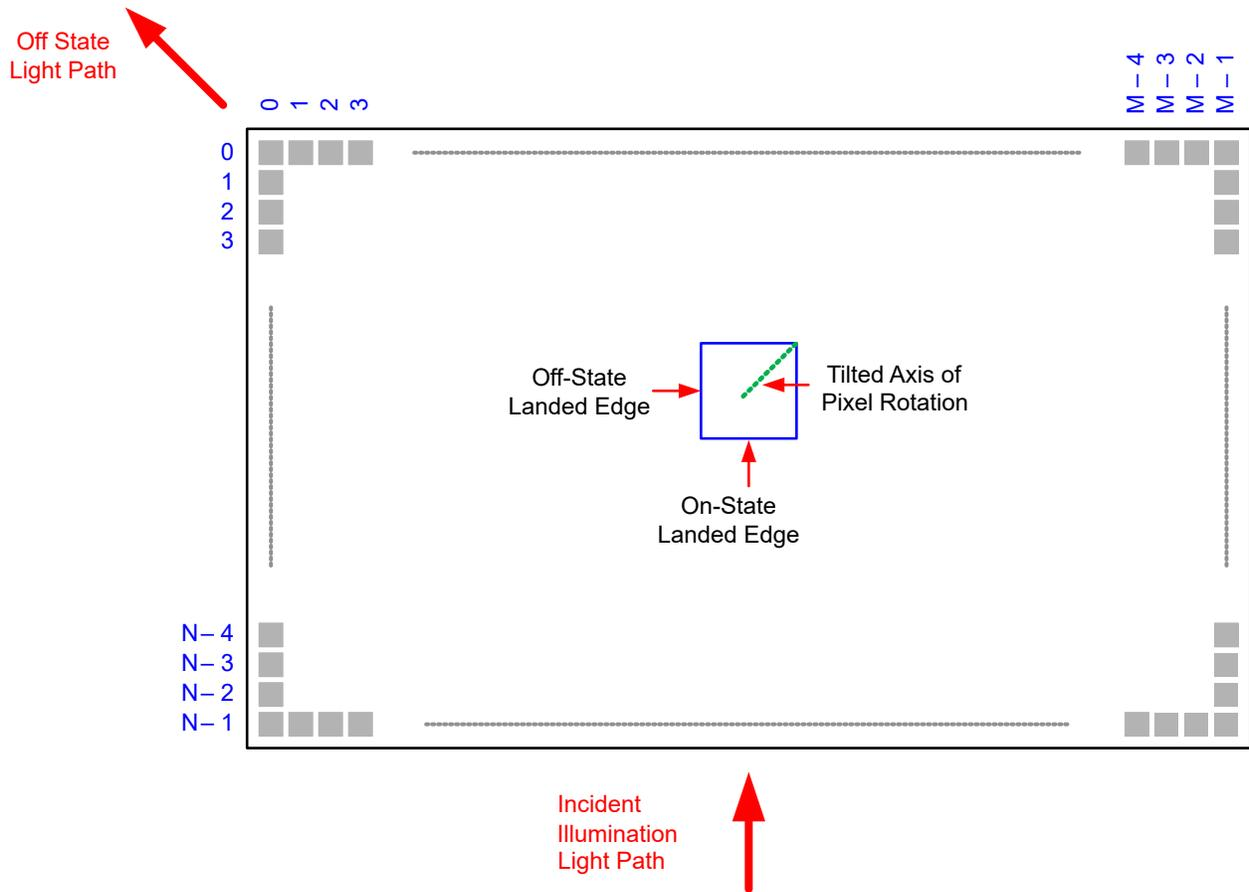

図 5-16. マイクロミラーの着地方向と傾き
- (1) マイクロミラー アレイ全体から形成されるプレーンを基準として測定されます。
(2) マイクロミラー アレイとパッケージのデータ間には、さらに大きな変動があります。
(3) 公称着地傾斜角に対する着地傾斜角の変動を表します。
- (4) 同じデバイス上または異なるデバイス上に配置された任意の 2 つの個別マイクロミラー間で発生する可能性のある変動を表しています。
- (5) 一部のアプリケーションでは、システム全体の光学設計においてマイクロミラーの傾斜角の変動を考慮することが重要です。一部のシステム光学設計では、デバイス内のマイクロミラーの傾斜角が変動すると、マイクロミラー アレイから反射された光磁界では不均一性が認識される場合があります。一部のシステム光学設計では、デバイス間でマイクロミラーの傾斜角が変動すると、色測定のパラツキ、システム効率のパラツキ、またはシステムコントラストのパラツキが生じる場合があります。
- (6) マイクロミラー アレイを着地 (駐車されていない) すると、各マイクロミラーの傾斜方向は、各マイクロミラーに対応する CMOS メモリセルのバイナリ内容によって決まります。バイナリ値が 1 のとき、マイクロミラーはオン状態方向に着地します。バイナリ値が 0 のとき、マイクロミラーはオフ状態方向に着地します。マイクロミラーの着地方向と傾き 図 5-16 を参照してください。
- (7) マイクロミラーの傾斜方向は、一般的な極座標系と同様に以下のように測定されます: +X 直交軸と一直線上にある 0° の基準から反時計回りに測定します。
- (8) マイクロミラーがある着地状態から反対側の着地状態に公称遷移するために必要な時間。
- (9) マイクロミラーの連続する遷移間の最小時間。
- (10) 受け入れの条件: すべての DMD 画質に関する返品は、以下の投影画像テスト条件を使用して評価されます: